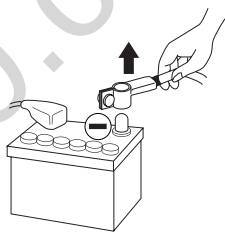

fig. 1
- **Avant d'entamer l'installation, déconnectez la borne négative de la batterie pour éviter tout risque de blessure, d'incendie ou d'endommagement du matériel. (fig. 1)**
- 2 - Débranchez le fil négatif de la batterie avant de commencer l'installation (*fig.1*).